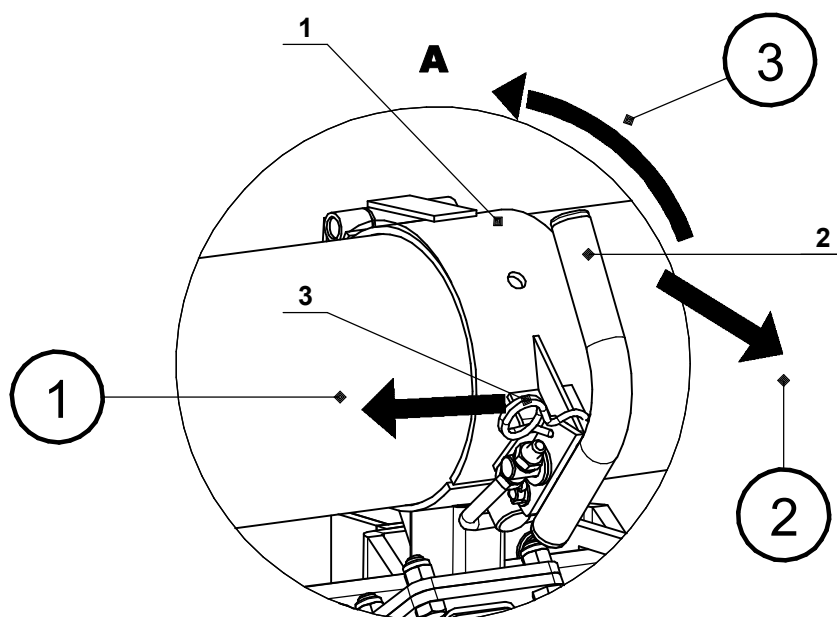

Рис.5.3 - Перевод загрузочного шнека в рабочее положение.
**7.3.** Расшплинтовываем поз.3 рис.5.3 вид А и открываем хомут поз.1 рис.5.3 вид А, переведя ручку хомута поз.2 рис.5.3 вид А сначала в положение 2 рис.5.3 вид А, а затем в положение 3 рис.5.3 вид А, держащие загрузочный шнек в ловителе.